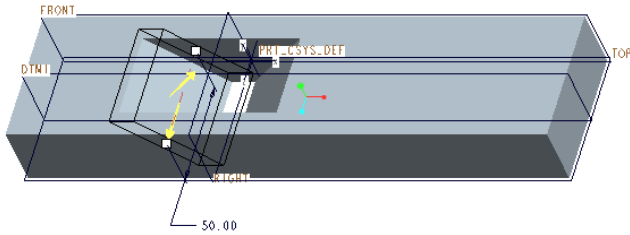

図 4-28 押し出し開始
- ・ スケッチ「終了」をして、図 4-28 に示すように押し出し形所と場所を示す。